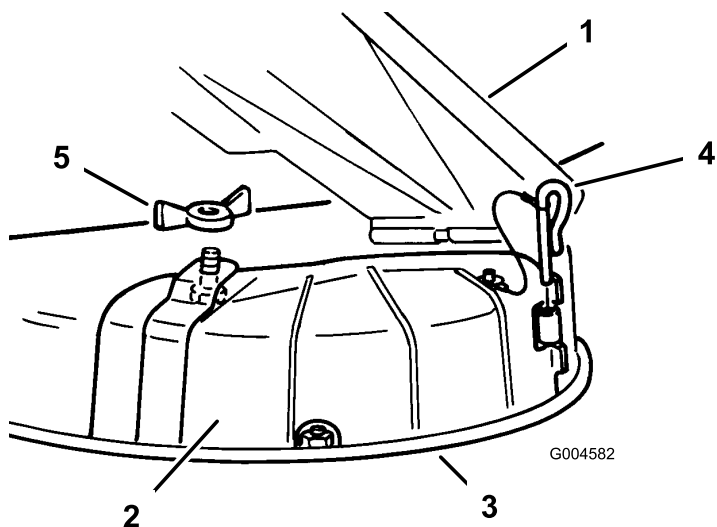

Figura 13
3. Retire la tuerca de orejeta y la abrazadera que sujetan la tapa (Figura 13).
4. Retire el pasador de la bisagra que sujeta la tapa a la carcasa (Figura 13).
3. Levante el deflector de hierba y coloque la tapa de descarga sobre la abertura, en el borde inferior del cortacésped, e introdúzcala en la bisagra delantera (Figura 13).
4. Coloque el pasador en la bisagra (Figura 13).
5. Fije la tapa de descarga al cortacésped con la tuerca de orejeta (Figura 13).